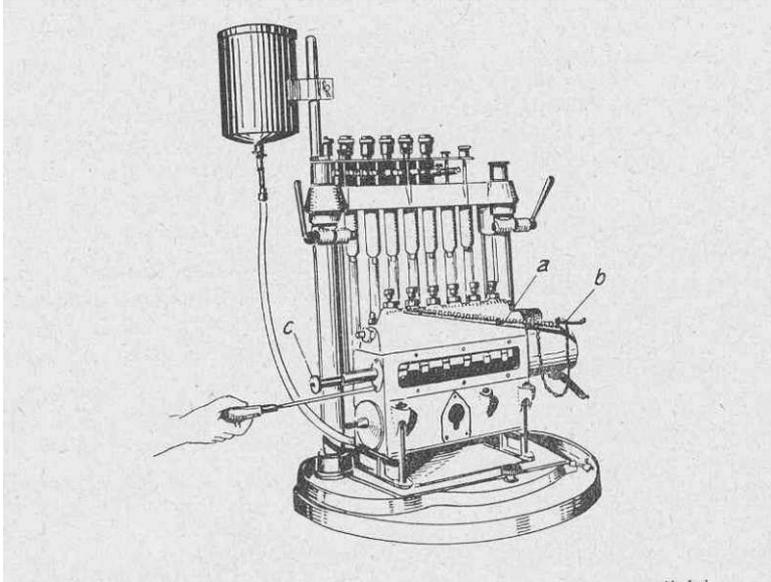

Bild 10 Einstellschraube *c* wird angebracht, *a* Zugfeder, *b* Regelhebel
Diese Prüfung wird im Anschluss an die vorgehenden Prüfungen vorgenommen, wie im Bosch Bericht beschrieben -, die Regelstange lässt sich auf Null – Füllung einstellen, wenn man die Zugfeder a in den Hebel b einhängt (Bild 10). Man kann dann mit der Schraube e der Einstellhülse jede gewünschte Regelstangenstellung einstellen.
2. Verstellhülse anbringen, zuvor die beiden Muttern und die Federn heraus nehmen (Bild 10)